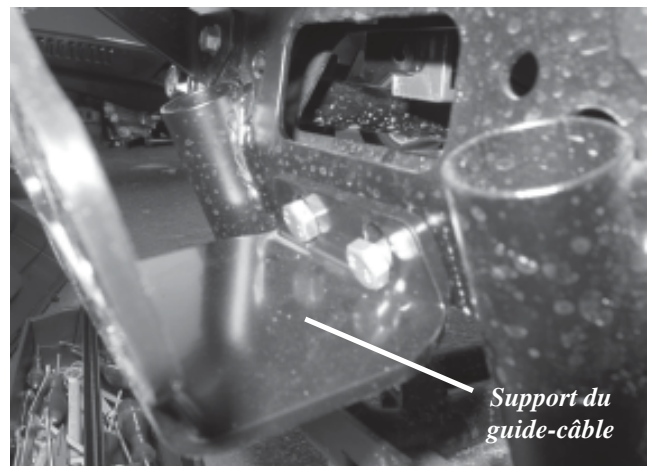

Figure 5
6. Fixez la bride inférieure du support du guide-câble (voir la Figure 5) en utilisant les boulons hexagonaux, les rondelles plates et les écrous hexagonaux à embase.